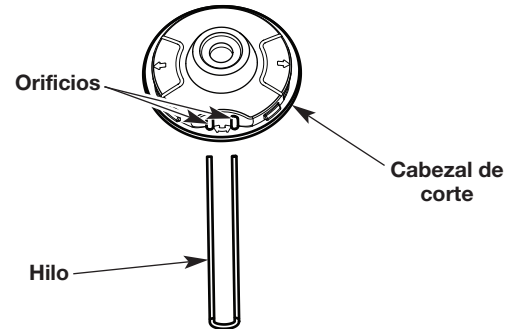
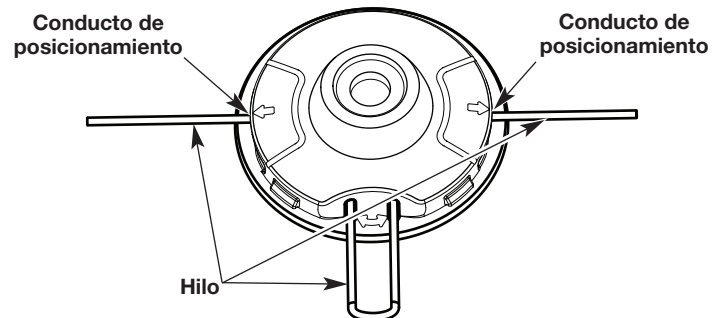

Fig. 17
Fig. 18
3. Inserte los extremos del nuevo hilo de recorte dentro de los orificios del cabezal de corte (Fig. 17). Empuje el hilo a través de los orificios hasta que ambos extremos sobresalgan de los conductos de posicionamiento (Fig. 18).